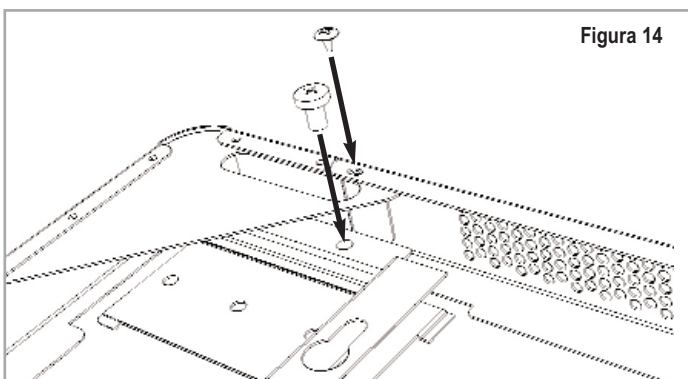

Figura 14
5. Sujete la rejilla en su lugar con dos tornillos M6 y dos tornillos autorroscantes N° 8 según se ilustra en la figura 14.